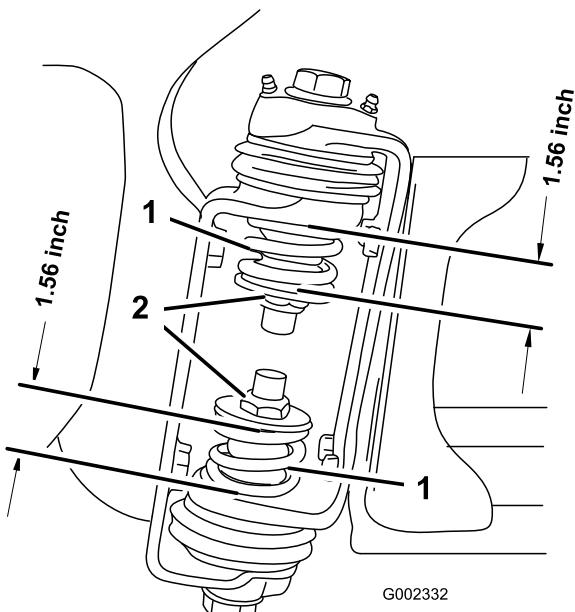

Figura 3
3. All'altezza della cerniera della barra, misurate la compressione delle molle superiori e inferiori mentre le barre sono prolungate (Figura 3).